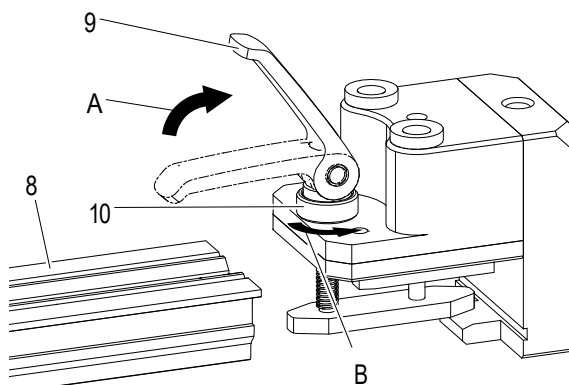

Abb. 106: Exzenterspanner (9) und Stellmutter (10) öffnen/lösen
→ Alle 4 gewindefurchenden Schrauben (W5154-K30X8-ES) (6) mit einem Drehmoment-Abschalterschrauber (z.B. TorqBee) mit 2 Nm anziehen (siehe Abb. 106)